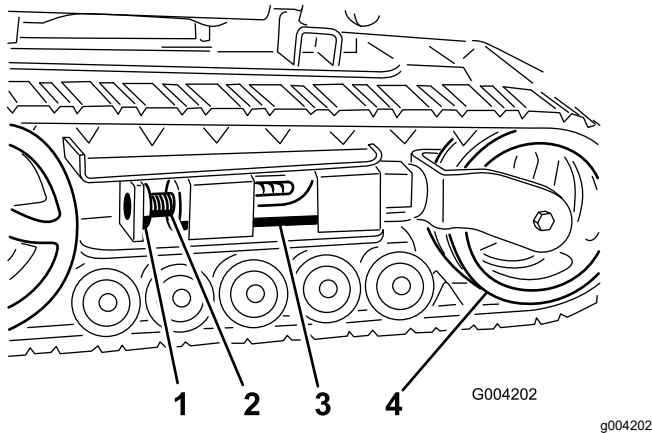
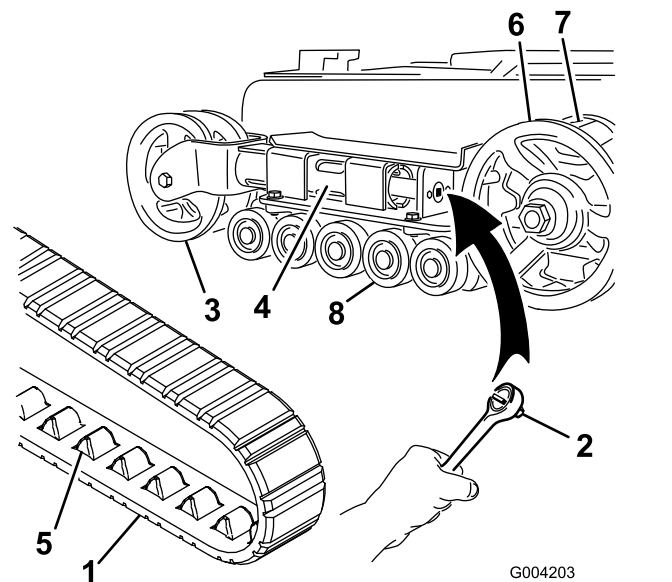
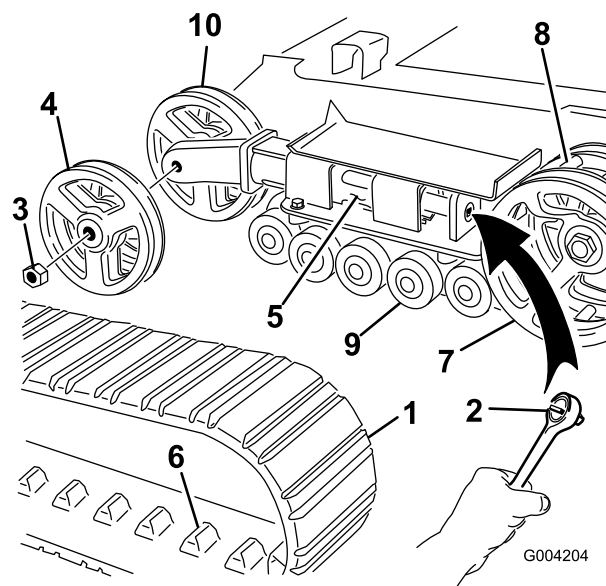

図 47
図 48
図 49
4. ロッキングボルトとナットを外す 図 47。
6. テンションねじのノッチのうち、ロッキングボルトの穴に一番近いノッチを穴に合わせ、ねじを溝をローラを適切な穴に合わせてセットし、シャフトを通してボルトとナットで固定する 図 47。
**注** 細幅クローラの場合は、前側テンションホイールが、テンションチューブの端部のフォークの内側に取り付けられています 図 48。
5.  $\frac{1}{2}$ " のドライブレンチを使用して、テンショニングねじを左にまわしてドライブテンションを解放する 図 47 と 図 48。
6. テンションホイールをユニットの後方に向かって押してテンションチューブをフレームに当てる 図 48。フレームに当たらない場合は、テンショニングねじを更に回す。
8. テンションホイールからクローラが外れたら、駆動スプロケットとロードホイールからもクローラを外す 図 48。
9. 駆動スプロケットからスタートして、新しいクローラをスプロケットに巻きつけるようにして取り付けるクローラについている爪がスプロケットのコグにはまるように取り付けること 図 48。
10. ロードホイールとロードホイールの間にクローラを押し込む 図 48。
**注** 広幅クローラの場合は、前側テンションホイールが、テンションチューブの端部の側部に取り付けられています 図 49。
4. ロックボルトとナットを外す 図 47。
5. 1/2" のドライブレンチを使用して、テンションねじを左にまわしてドライブテンションを解放する 図 47 と 図 49。
6. テンションホイールをユニットの後方に向かって押してテンションチューブをフレームに当てる 図 49。フレームに当たらない場合は、テンションねじを更に回す。
7. 外側のテンションホイールを固定しているナット外して右ホイールを取り外す 図 49。
8. クローラを取り外す 図 49。
9. 内側のテンションホイールを固定しているナット外して右ホイールを取り外す 図 49。
13. 先ほど取り外したナットで、内側テンションホイールを元通りに取り付ける 図 49。
15. 新しいクローラのラグが、駆動スプロケットの真ん中にある2つのスペーサの間に嵌るように取り付けする 図 49。
16. 先ほど取り外したナットで、外側テンションホイールを元通りに取り付ける 図 49。